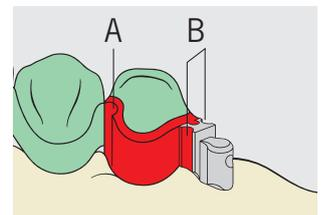

Fig. 1
Las estructuras se modelan en cera según la técnica protésica habitual. Con el accesorio de paralelómetro especial (072 627) o el accesorio de paralelómetro (070 567) se posiciona y fija con cera la parte macho V (055 517) previamente desengrasada, respetando el eje de inserción ideal. El contorno fresado con el estabilizador (Fig. 1 / A) deberá integrarse en el modelado.
**Importante:** Las ranuras-guía de la parte macho V (Fig. 1 / B) deberán quedar libres de cera. Colar la estructura y dejarla enfriar lentamente hasta temperatura ambiente (para obtener unas propiedades mecánicas óptimas).